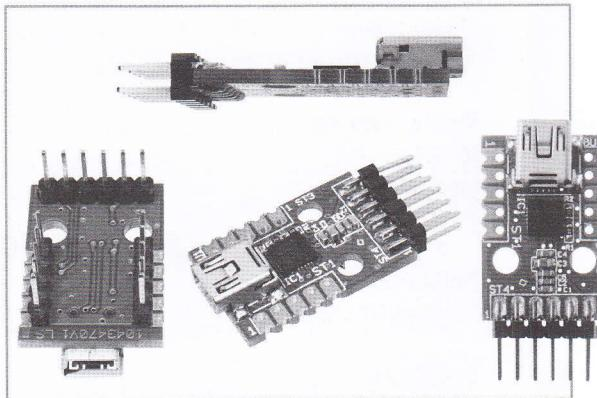
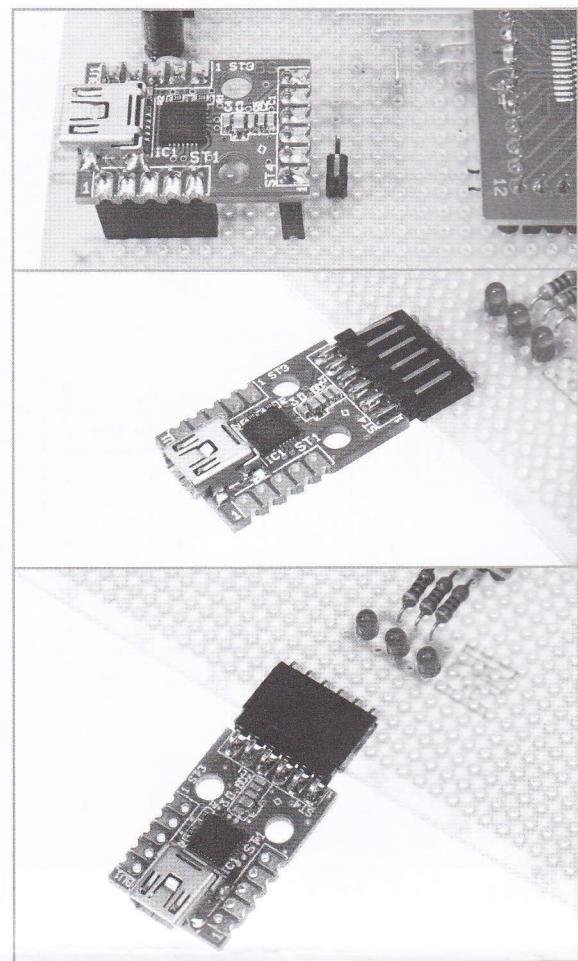

Bild 6: Das Modul kann je nach Bedarf mit Stifitleisten bestückt werden.
Bild 7: Das UM 2102 lässt sich in die eigene Applikation sehr flexibel einbinden bzw. an diese anschließen
– Die Kontakte des Moduls sind im 2,54-mm-Raster angeordnet und die Bohrungen nehmen ein- oder zweireihige Stift- oder Buchsenleisten auf, wie es in Abbildung 6 zu sehen ist. In dieser Variante kann das Modul flexibel eingesetzt werden, indem es je nach Bedarf in die eigenen Schaltungen gesteckt wird. Abbildung 7 zeigt nur einige dieser Möglichkeiten, auch bei solchen Anwendungen wie in Abbildung 2 kann man das Modul sehr einfach direkt im Gerät unterbringen. In der Entwicklungsphase ist diese Art der Anbindung vorteilhaft, da das Modul bei einem Defekt der Applikations-Leiterplatte problemlos wieder entfernt werden kann.